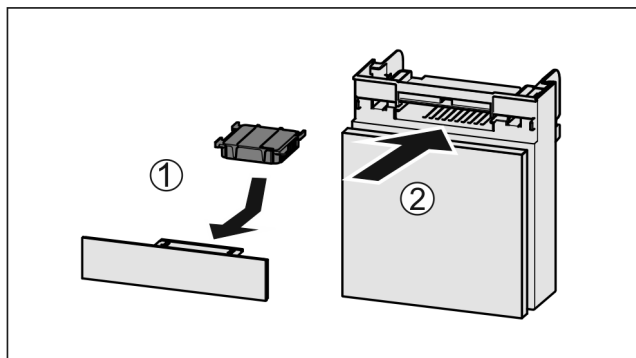

Fig. 121
- ▶ Filtr s aktivním uhlím vložte podle vyobrazení Fig. 121 (1).
- ▶ Zásuvku zasuněte Fig. 121 (2).